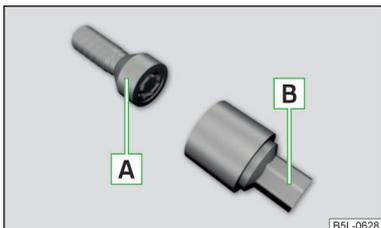

Fig. 152
Los tornillos de rueda antirrobo protegen las ruedas de un robo. Se pueden **soltar/apretar** solamente con el suplemento **B** » fig. 152 .
- Introduzca la llave de rueda hasta el tope sobre el tornillo de rueda. Usar el suplemento para los tornillos de la rueda antirrobo correspondientes » fig. 152 de la pág. 135.